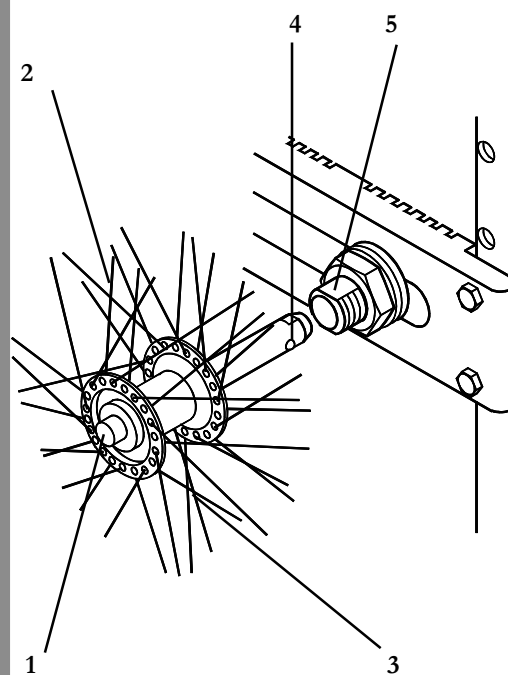

Fig. 18
Når drivhjulet (Fig. 18) skal tas av, trykkes utløserknappen på hurtigkoblingen (1) i hjulnavet (2) mens man holder gjennom eikene (3) rundt navet og drar akselen ut av gjennomføringshylsen (5). For å montere hjulet på stolen igjen, trykk og hold utløserknappen inne og før akselen inn i gjennomføringshylsen. Slipp utløserknappen og skyv inn bolten til utløserknappen «spretter ut» og de to låsekulene (4) er synlige på den andre siden av gjennomføringshylsen (5).